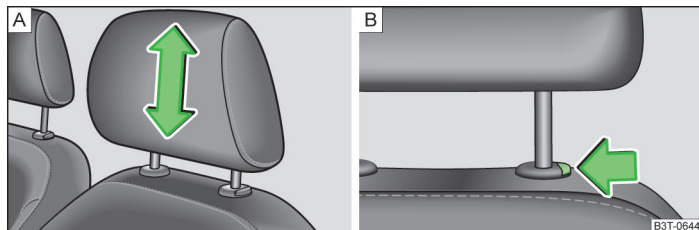

Fig. 54 Appuie-têtes : réglage/démontage
- Attraper des deux mains l'appuie-tête par les côtés et le pousser vers le haut dans la position souhaitée » fig. 54 - [A].
- Si vous souhaitez abaisser l'appuie-tête, appuyez et maintenez la touche de verrouillage » fig. 54 - [B] d'une main et poussez en même temps l'appuie-tête vers le bas de l'autre main.
- Pousser la touche de verrouillage dans le sens de la flèche » fig. 54 - [B] et retirer l'appuie-tête.